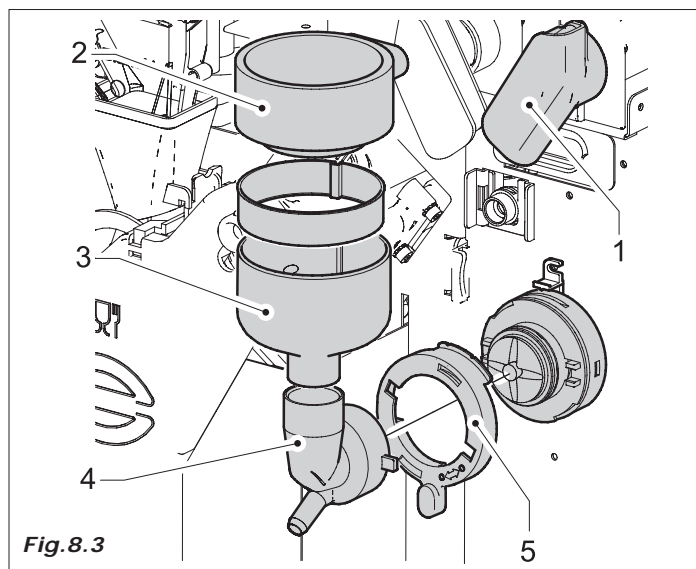

Fig. 8.3
- embudos y cierre magnético de contenedores de producto (Fig. 8.3-pos. 1)
- salida de agua, (2), batidoras (3), espas de las batidoras (4) y tuerca (5).